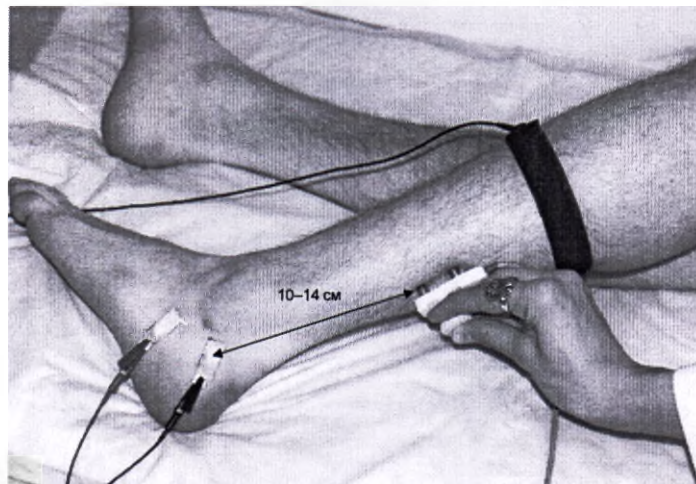

Рис. 121. Проведение стимуляции
6. Стимуляцию проводят на 10–14 см проксимальнее от активного электрода и на 1 см латеральнее от линии ахиллова сухожилия (рис. 121).